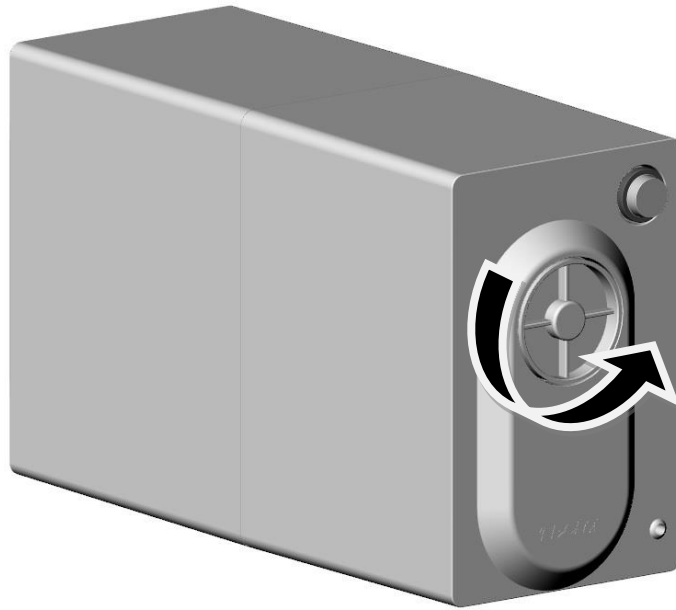

Fig. 10 – KNOB SCREWING
4. dévisser le pommeau du côté opposé du dispositif tel que représenté sur la figure 10.